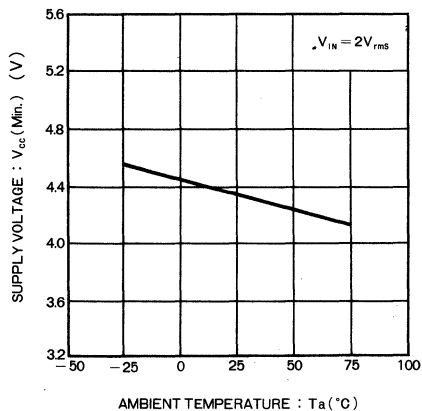

Fig.6 16 点目点灯限界電源電圧-周囲温度特性
- 2) 16 点目の電源電圧による点灯限界は, 温度により Fig.6 に示すような特性をもっていますので注意してください。